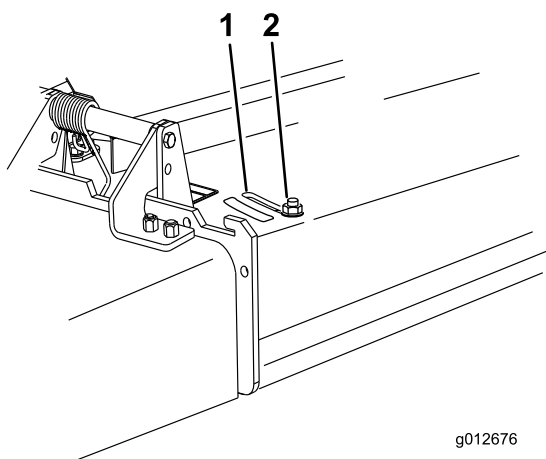

Figura 15
3. Para ajustar el deflector, afloje la tuerca (Figura 15).